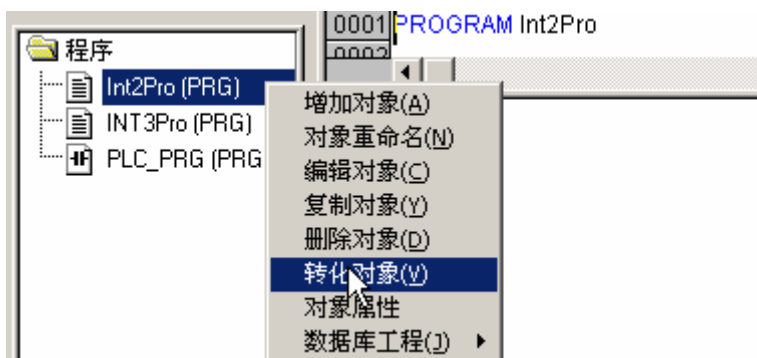

图 B-4-4
5. 创建的中断程序，默认为 ST 语言，可以选择转换为 LD，转换前需要编译通过，如图 B-4-4。